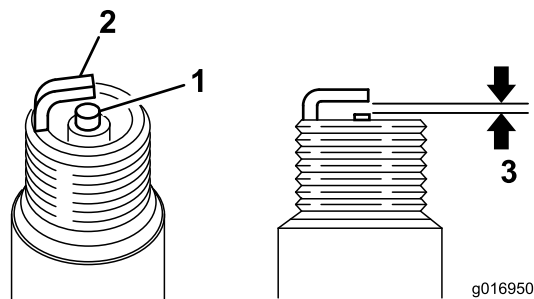

图35
3. 将空隙设定为 0.6~0.7mm(图35)。安装已设定正确空隙的火花塞，拧紧到 23Nm。